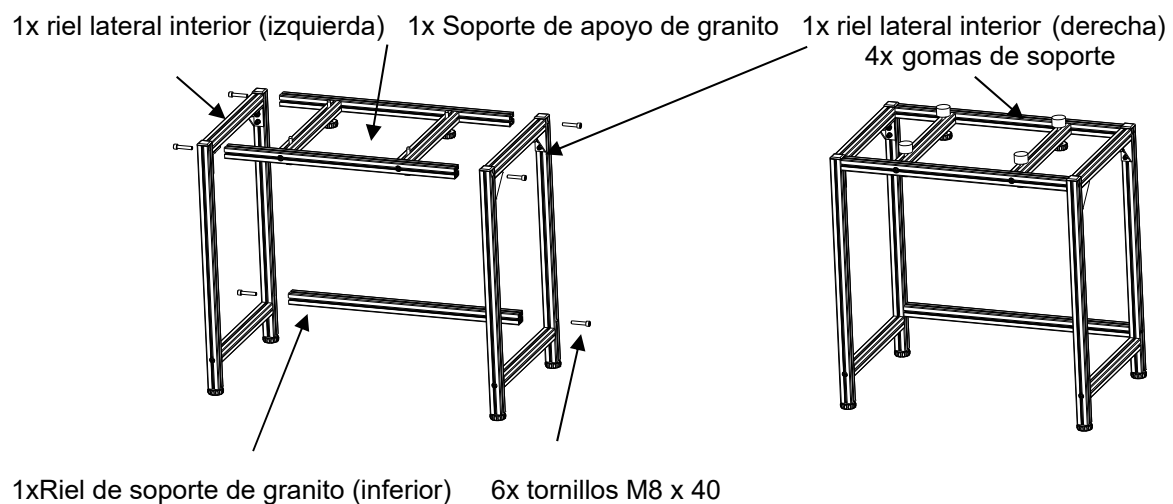

Imagen 3: Ensamblaje del marco interno
Paso 3: sacar el riel lateral interno (izquierda) del empaque superior y el riel lateral interno (derecha) del empaque central, fijarlos con cuatro tornillos M8 × 40 con la llave Allen, ver imagen 3. Sacar un riel de soporte de granito inferior) del embalaje superior, y fije con dos tornillos M8 x 40. Usted puede abrir los dos marcos laterales un poco con el fin de poner los rieles dentro de los marcos, y luego apriete los 6 tornillos como muestra la imagen 3. Asegure de que los 2 planos de fijación adyacentes estén en el mismo plano después de la conexión. Ahora ajuste las 4 gomas como muestra la imagen 4. Finalmente, ajuste el granito; por favor asegúrese de que está en el centro. Vea la imagen 5. Puede ver la imagen ensamblada en la imagen 6.